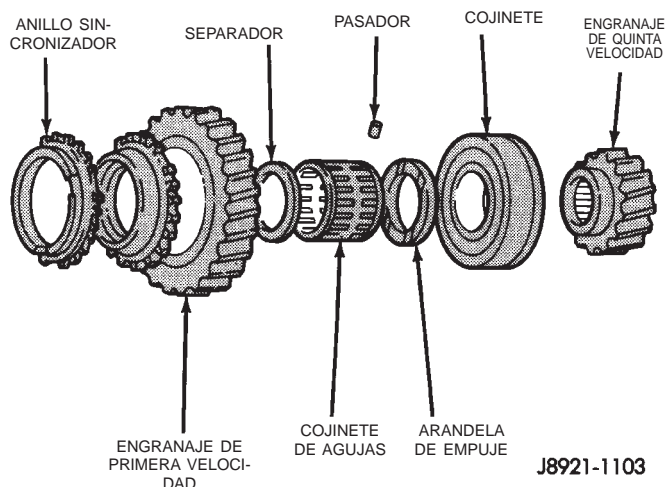

Fig. 122 Componentes de engranajes de primera y quinta velocidad
- (17) Instale el anillo de muelle para fijar el sincronizador de 1-2/engranaje de marcha atrás en el eje transmisor.
- (18) Instale el anillo sincronizador del engranaje de primera velocidad en el sincronizador de 1-2/engranaje de marcha atrás.
- (19) Instale el separador del engranaje de primera velocidad en el eje impulsor y contra el anillo de muelle del sincronizador de 1-2/engranaje de marcha atrás.
- (20) Instale el cojinete de agujas del engranaje de primera velocidad en el eje transmisor (Fig. 122).
- (21) Instale el engranaje de primera velocidad en el eje transmisor y sobre el cojinete.
- (22) Instale el pasador de posición de la arandela de empuje del engranaje de primera velocidad dentro del eje transmisor.
- (23) Instale la arandela de empuje del engranaje de primera velocidad en el eje transmisor. Gire la arandela de empuje hasta que el pasador de posición de la arandela quede alineado con la muesca de la arandela.